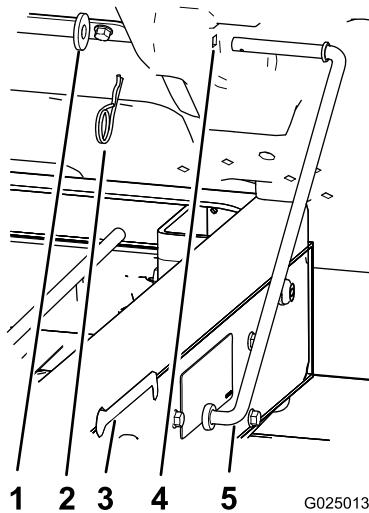

図 13
1. 支え棒を荷台の裏側に固定しているヘアピンとワッシャを外す図 13。
2. 支え棒を前にずらしてフレームのブラケットから外す図 13。